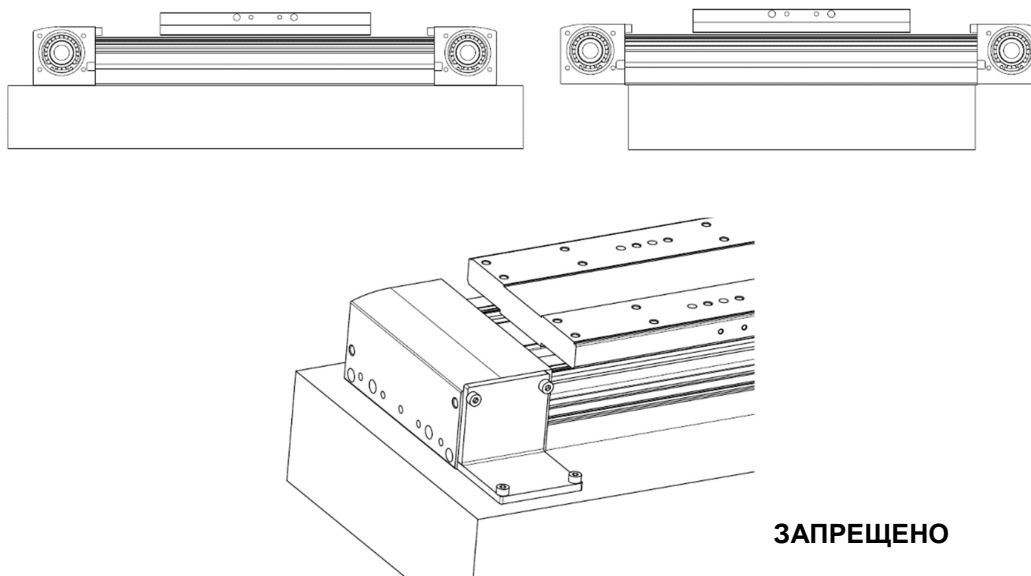

Рисунок 12 – Фиксация модуля на поверхности
**ВНИМАНИЕ!!!** Фиксация модуля на поверхности за отверстия для крепления двигателя на переднюю и заднюю крышки запрещена (см. рисунок 12).